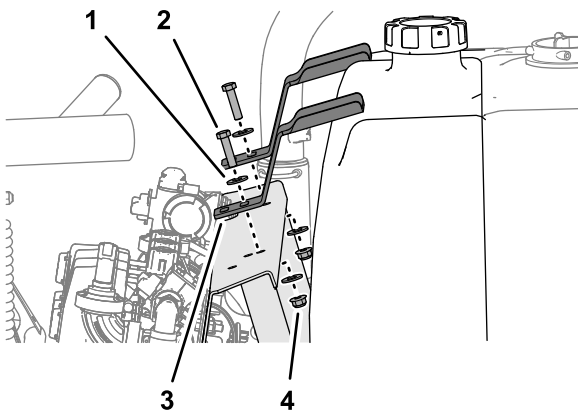

図 4
5. すすぎタンク用の固定ブラケット2個をバルブマウントに固定しているボルト2本、ワッシャ4枚、フランジロックナット2個を外して、固定ブラケットを外す 図 4。